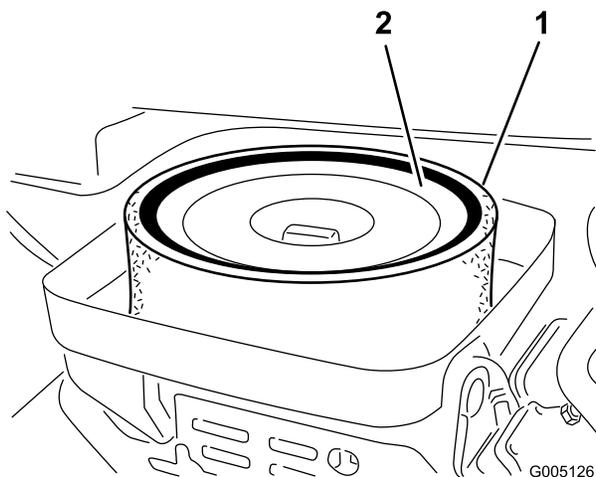

Рисунок 43
3. Если элемент из поролона загрязнен, снимите его с бумажного элемента (Рисунок 43). Тщательно очистите его следующим образом: